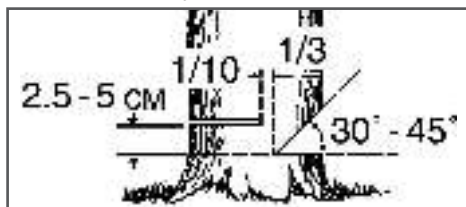

Рис. 14 Расположение запила и пропила
- Выберите направления падения дерева. Для этого следует учесть силу и направление ветра, естественный наклон дерева, равномерность распределения веток в кроне дерева. Начните пилить с той стороны дерева, куда оно должно упасть (Рис. 14).